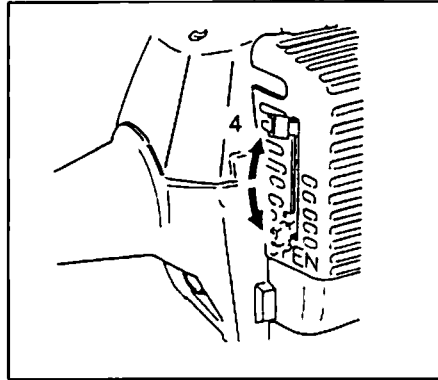

Fig. 2-3
3. Set choke lever to CLOSED position (4). (Fig. 2-3)
3. Régler la manette d'étranglement sur la position CLOSED (4). (Fig. 2-3)
3. Poner la palanca del estrangulador en la posición cerrada CLOSED (4). (Fig. 2-3)